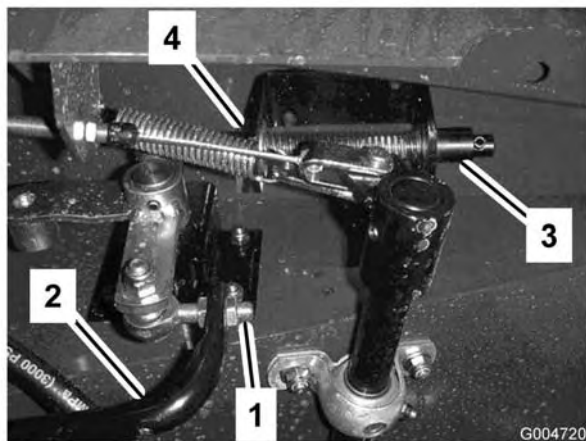

Figura 69
3. Afloje las contratuercas del extremo de la varilla y ajuste la longitud de la varilla de tracción (Figura 69) para que el pedal entre en contacto con el tope cuando la palanca de la bomba llega al final de su recorrido completo. Apriete las contratuercas.
3. Llene el depósito (Figura 69) con aproximadamente 30 l de aceite hidráulico; consulte Comprobación del aceite hidráulico .